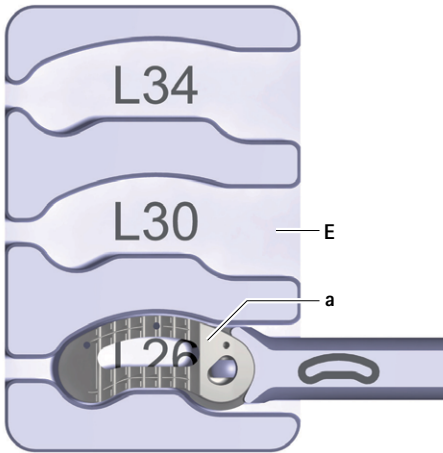

Abb. 9 Implantat in Befüllhalterung
- Implantat **a** in Befüllhalterung **E** legen, siehe Abb. 9. Dabei auf Implantatlänge achten (Beschriftung an der Befüllhalterung: L26/L30/L34).